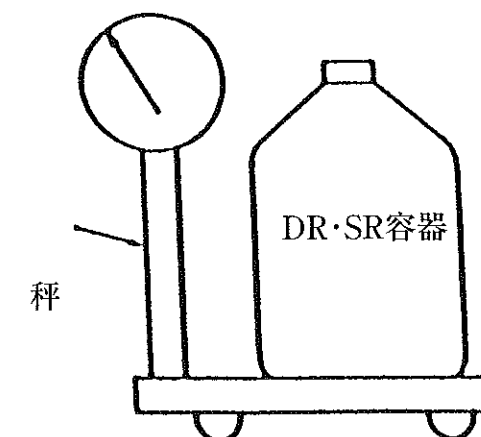

図10.1 蒸発損失量測定方法
- (1) 図10.1蒸発損失量測定方法に示すように、容器を台秤の上に載せ空重量を測定してください。
- (2) 容器に液化窒素を1/2以上充てんし、キャップを取付け、台秤の上に48時間以上静置してください。
- (3) 48時間以上静置後の重量：A (g) を測定し、記録してください。
- (4) 更に24時間台秤の上に静置し、その時の重量：B (g) を測定し記録してください。